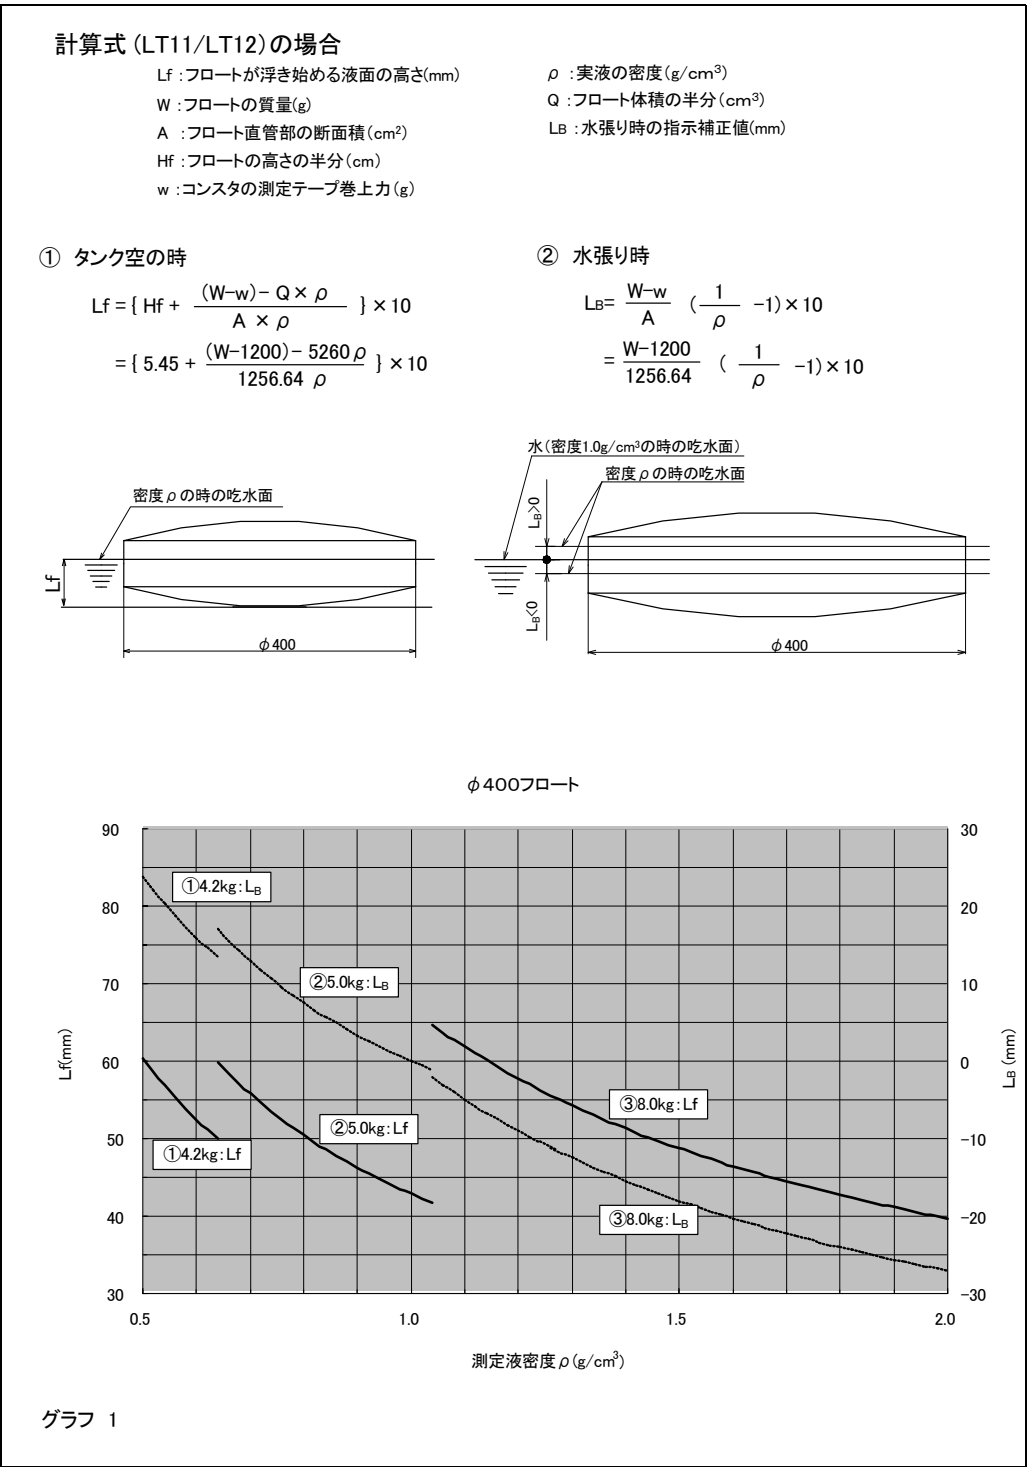

図 46: 水張り時の指示値 (φ400 の場合)
2. ハンドルを円周方向に少し動かしながら、徐々に軸方向へ180°回転させます（図46 A → B 参照）。
7. 測定状態を保持する場合は、ハンドルにロック用チェーンを1～2回巻きつけ、先端のフックをビスに近い輪にはめます（図46 A 参照）。